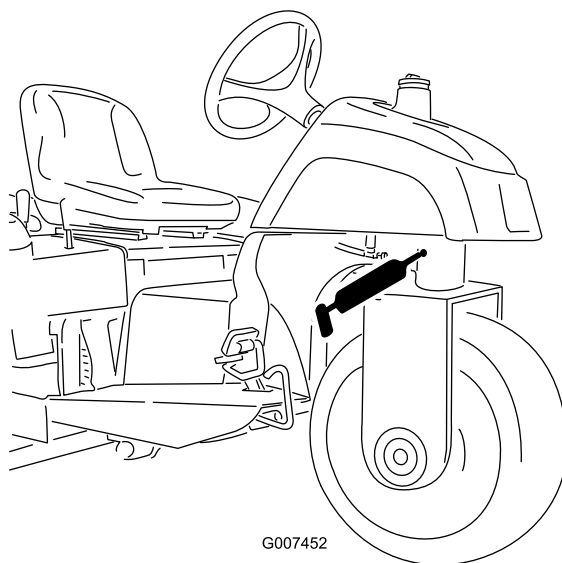

図 24
- ステアリングピボット (図 24)
注 ステアリングピボットの注入部 図 24 は面一フィッティングなので、グリスガン用ノズルアダプタが必要です。パーツ番号は P/N 107-1998 ご注文は Toro 代理店へ。